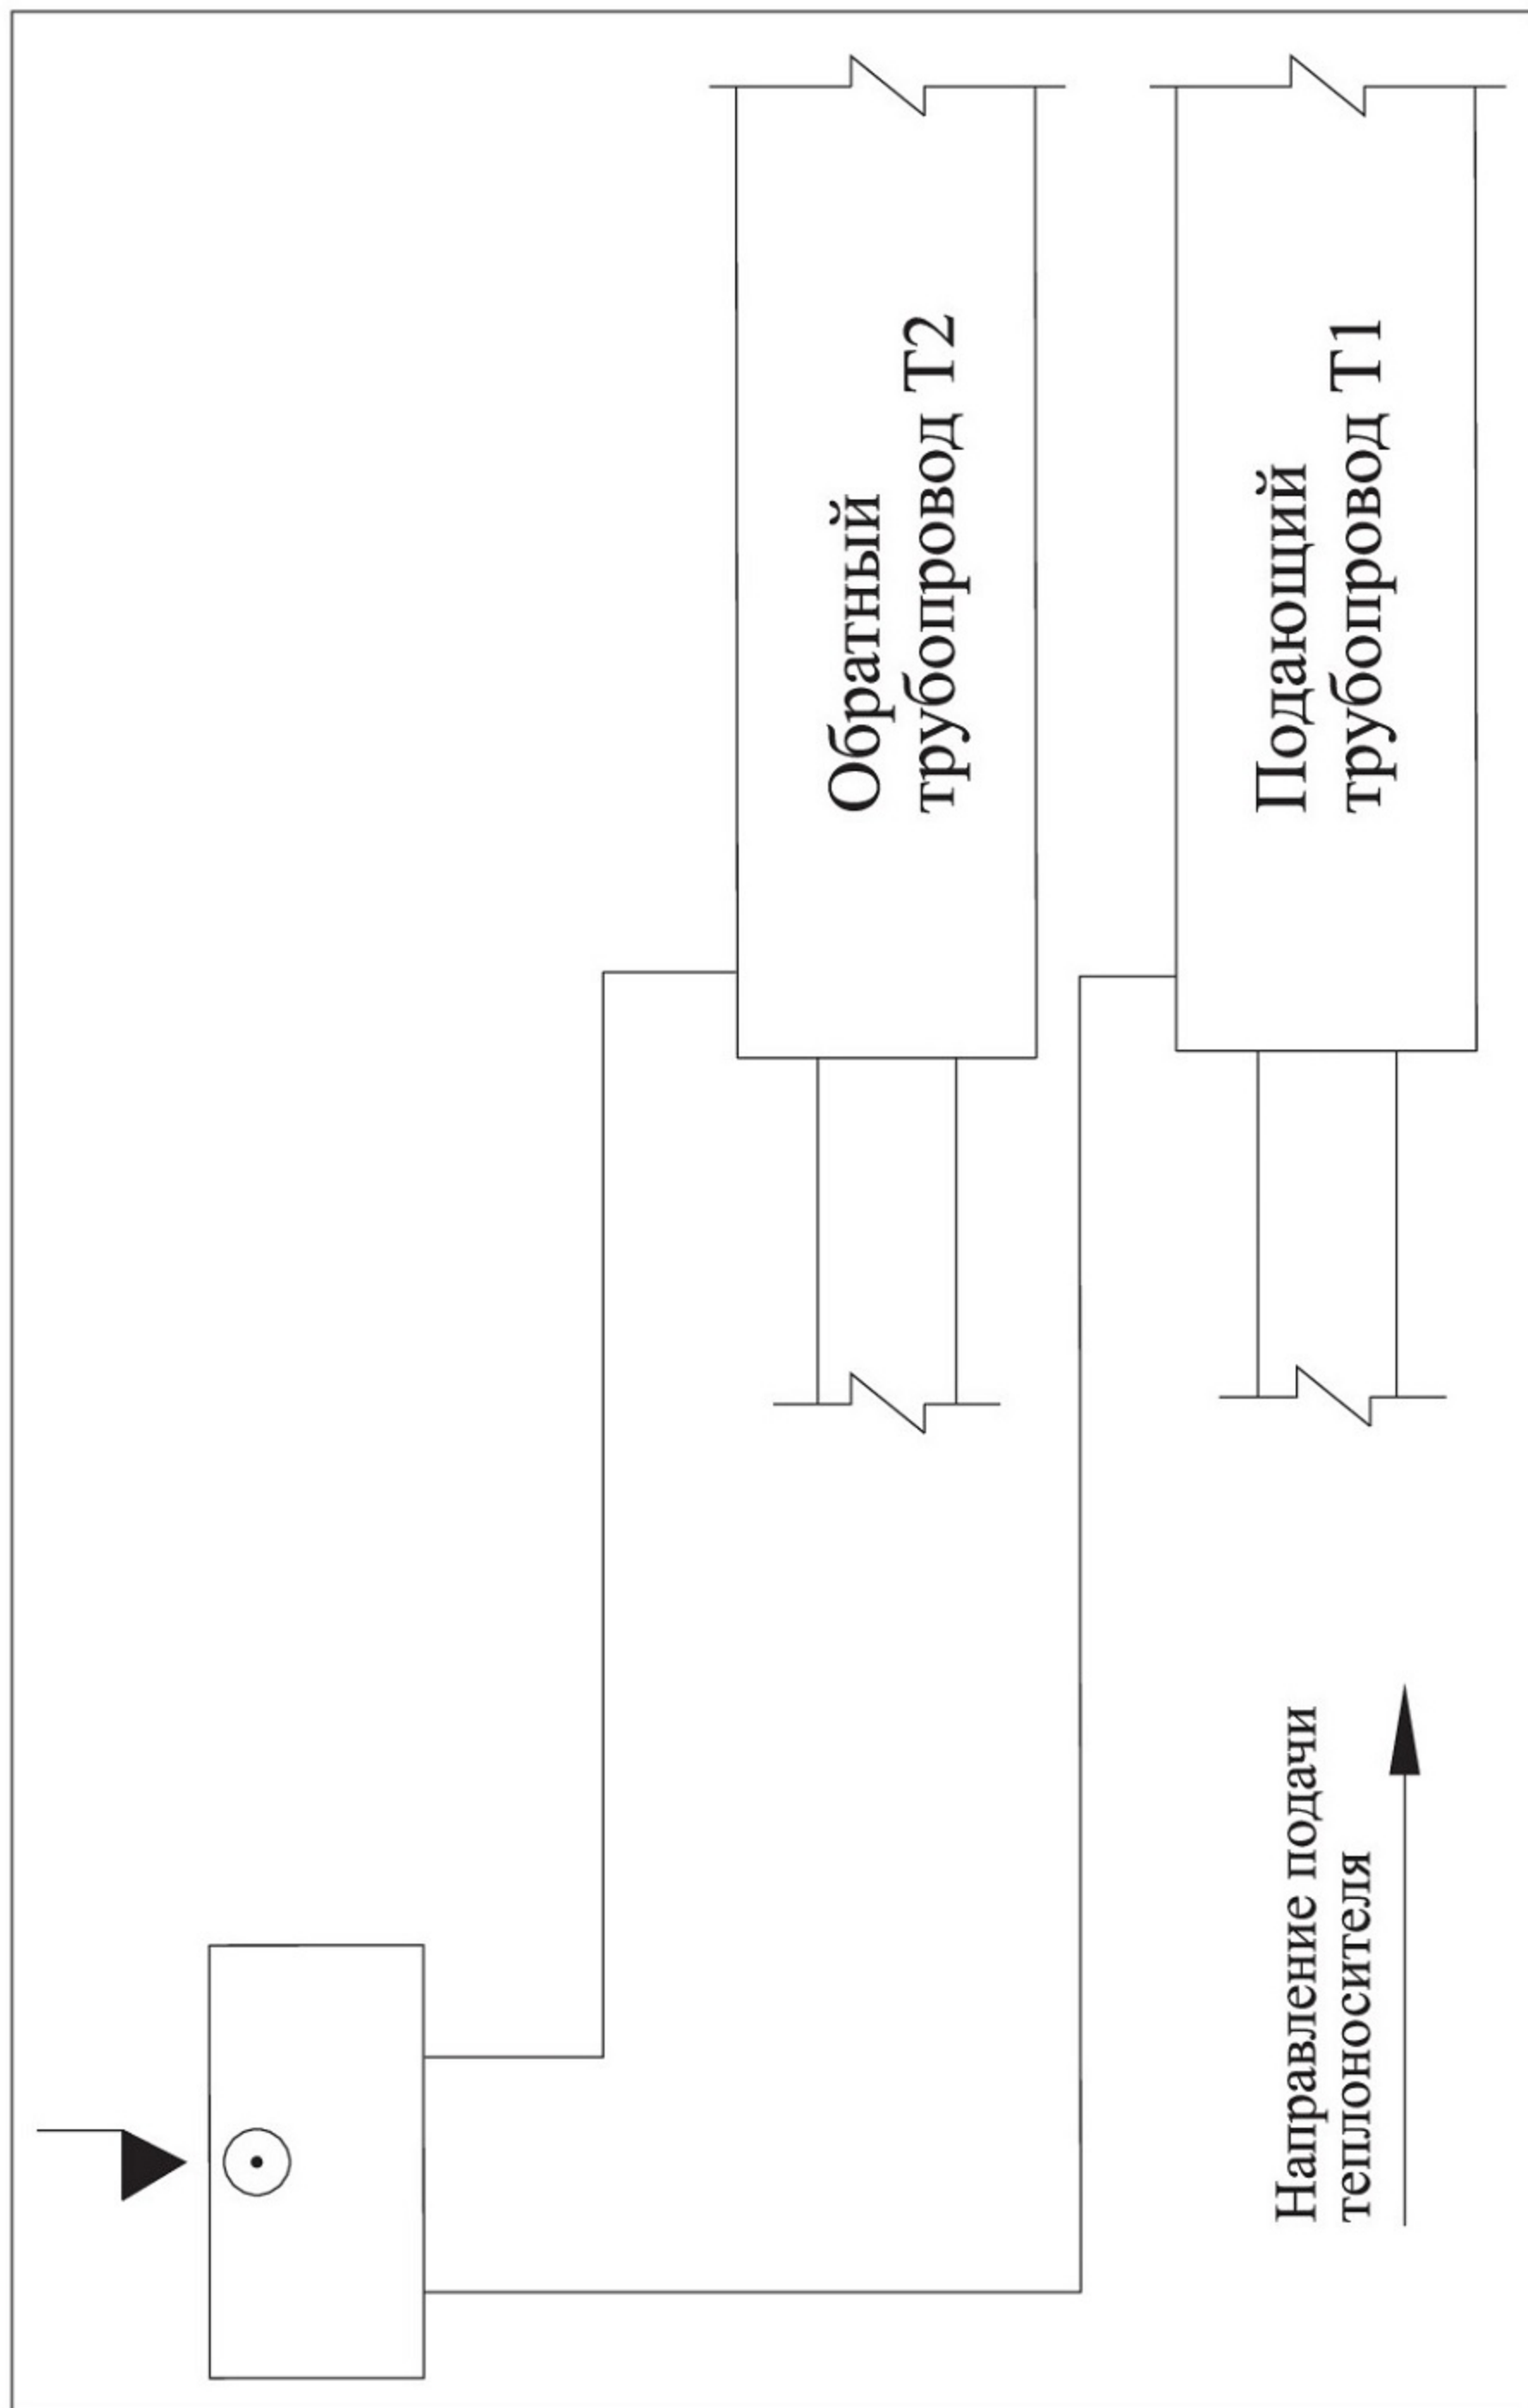
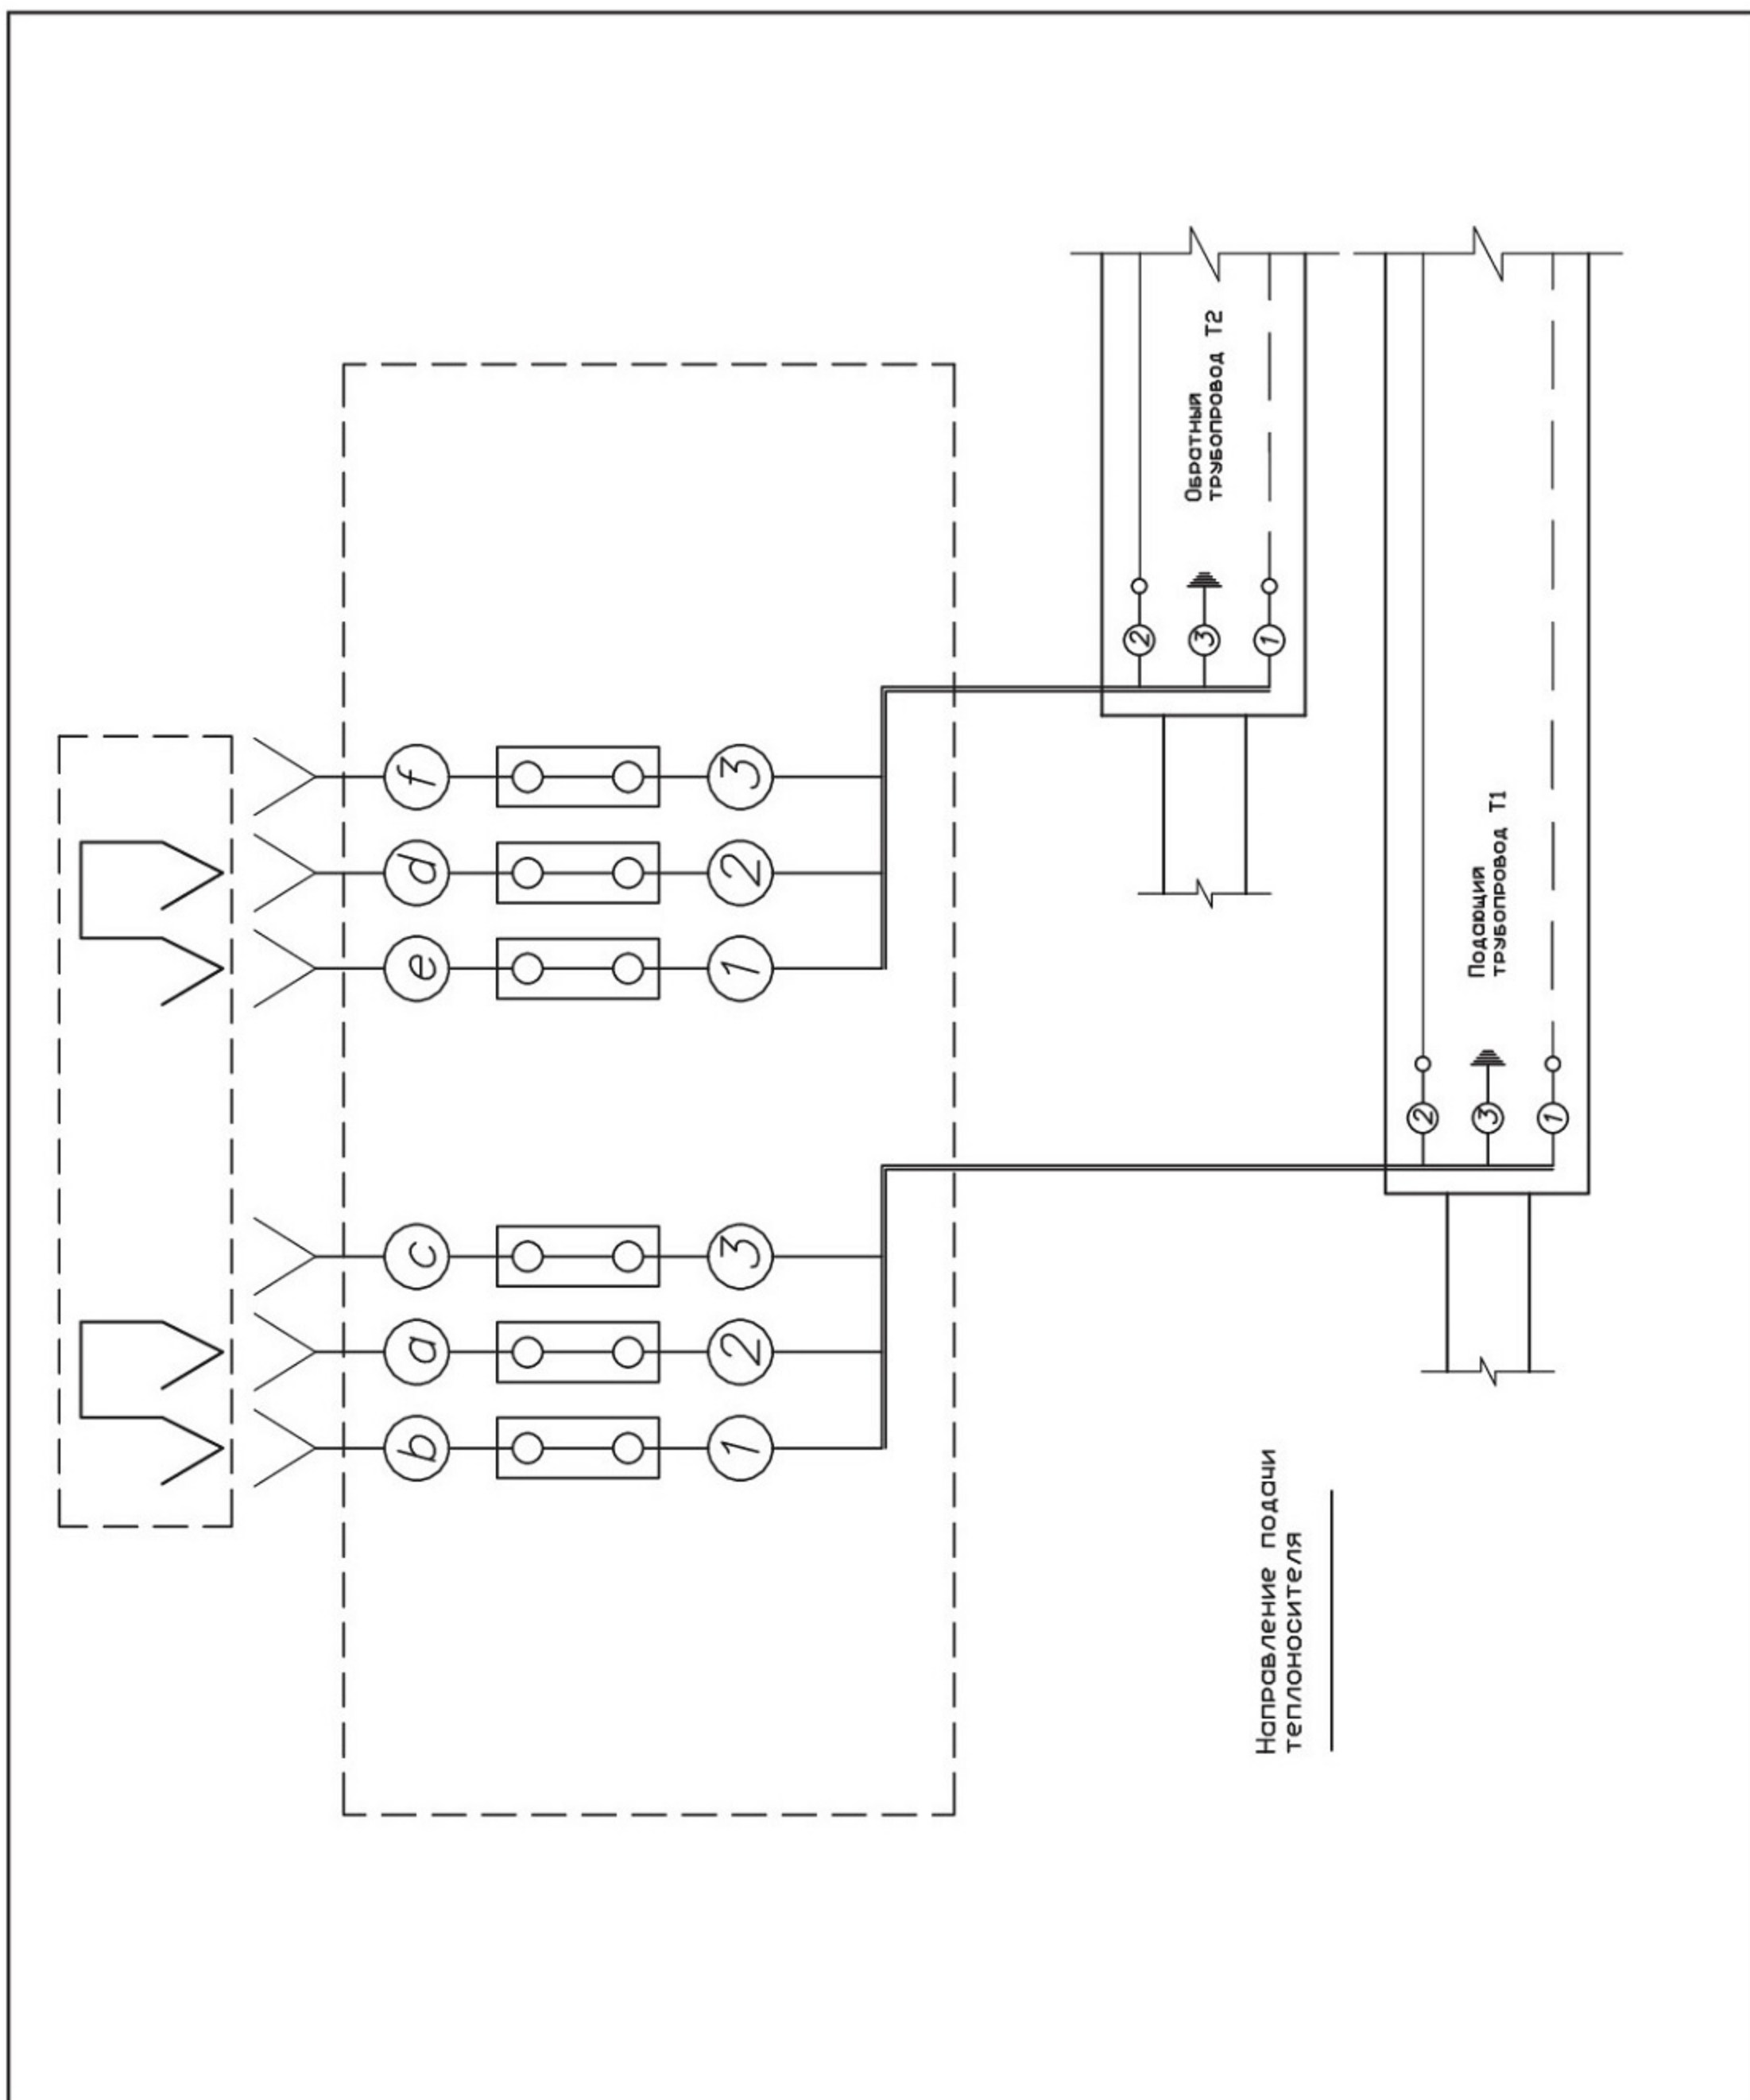

Рис. 2 Закольцовка сигнальных проводников
Рис. 3 Закольцовка сигнальных проводников
2.1. Закольцовка сигнальных проводников «Рис. 2, 3».
на принципиальной схеме (Рис. 2)	на электрической схеме (Рис. 3)
Подключение терминала к системе оперативного дистанционного контроля производить в соответствии с монтажной (**Рис. 2**) и электрической схемой (**Рис. 3**).
Порядок соединения проводов указан на электрической схеме – **Рис. 3**.
10. Установить провода в соединительные клеммы **10** на прежнее место (в соответствии с электрической схемой – **Рис. 3**).